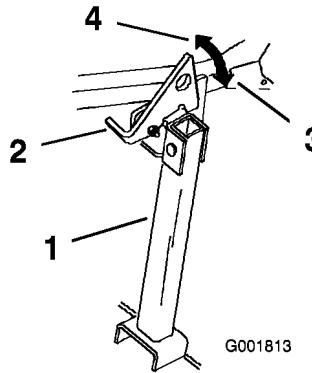

Figure 29
- Relevez le verrou en position déverrouillée (Figure 29).